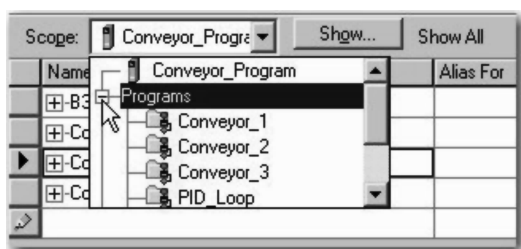

图 9-45 打开范围选择列表
7. 在“范围”（Scope）下拉菜单中，单击向下箭头。单击“程序”（Programs）旁边的 +，展开该标签，如图 9-45 所示。这将显示所有当前的控制器和程序标签数据库。